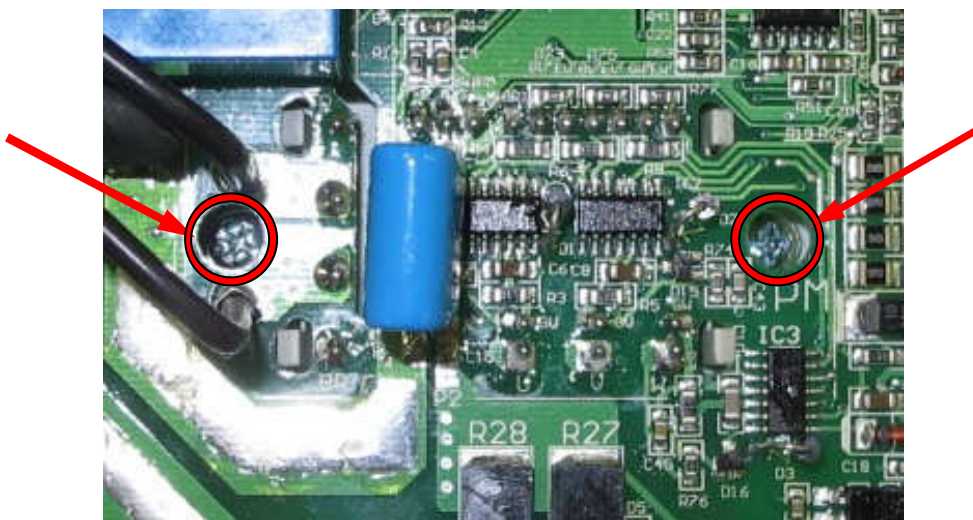

Рис.7.7
7.2.3. Произвести окончательную затяжку винтов крепления матрицы IGBT к радиатору. Доступ к винтам крепления – через отверстия в плате драйверов (рис.7.7)